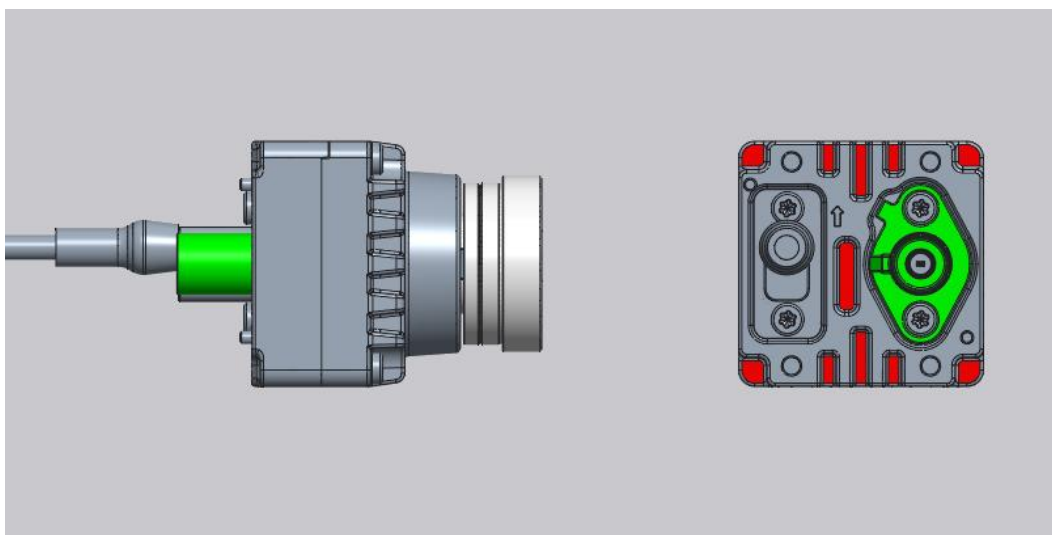

图 11
- 摄像模组，如图 11 的放置方向（箭头所指方向），成像为正向。